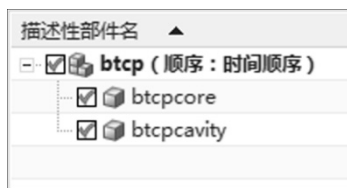

图 12-17 创建两个下层文件
(40) 单击“减去”按钮，选取工件为目标体，两个零件为刀具体，在【求差】对话框中勾选“保存工具”复选框，单击“确定”按钮，创建减去特征。
(41) 选取“菜单 | 插入 | 修剪 | 拆分体”命令，以工件为目标体，曲面为工具体，拆分工件，将工件分成上、下两部分。
(42) 选取“菜单 | 编辑 | 特征 | 移除参数”命令，移除工件参数。
(43) 在“部件导航器”中，选中“btcp”，单击鼠标右键→选择 WAVE→选择“新建级别”，先选取下面的零件，文件名 btcpcore.prt；再选取上面的零件，文件名 btcpcavity.prt，创建两个下层文件，如图 12-17 所示。